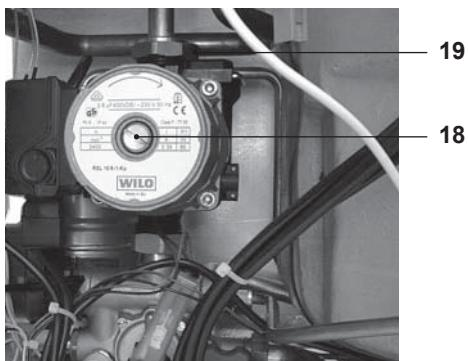

рисунок 6.2
- Отверните колпачок на автоматичеком спускнике воздуха 19 (рисунок 6.2) на 1 полный оборот и оставьте его в этом положении.
- Спустите воздух из насоса, открутив винт 18 (рисунок 6.2); разблокируйте насос, поворачивая ротор в направлении, указанном стрелкой на информационной табличке.